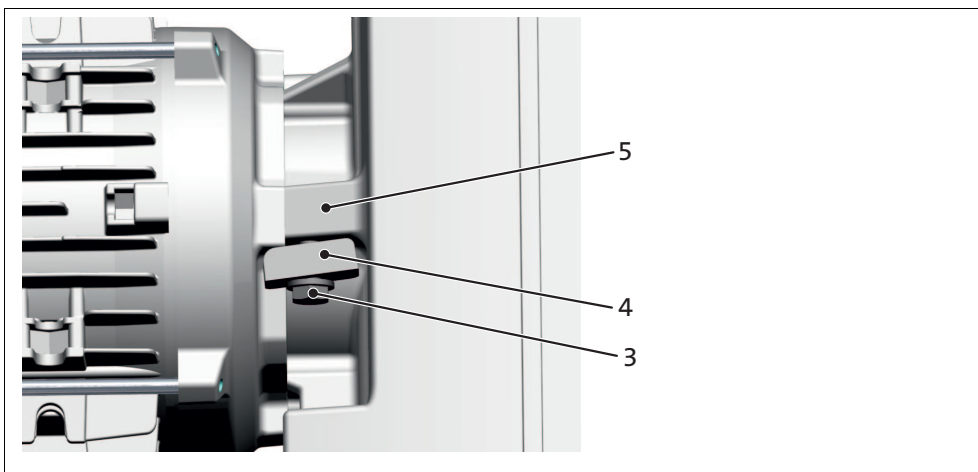

Abb. 4 Montage gegenüberliegende Seite (Beginn des Einschraubens)
1. Sicherungslasche mit der Sicherungsschraube auf der gegenüberliegenden Seite des Sicherungsnockens montieren, Abb. 4.